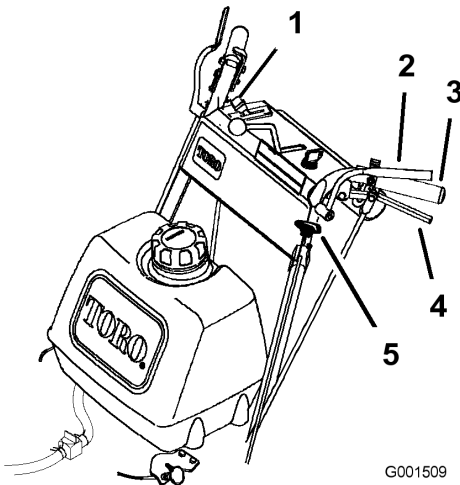

Figura 12
1. Para engranar las cuchillas, apriete las palancas de Control de Presencia del Operador (CPO) contra las empuñaduras de los manillares (Figura 12).
1. Empuje hacia abajo el mando de control de las cuchillas (PTO) a la posición de desconectado (Figura 12).
2. Si se sueltan las palancas de Control de Presencia del Operador (CPO), se parará el motor y se detendrán las cuchillas (Figura 12).